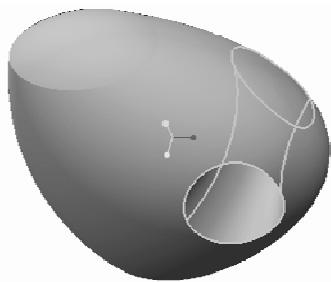

图 7-100 完成面组合并
- 10 在“合并”选项卡中单击“完成”按钮, 完成该面组合并操作得到的曲面模型效果如图 7-100 所示。